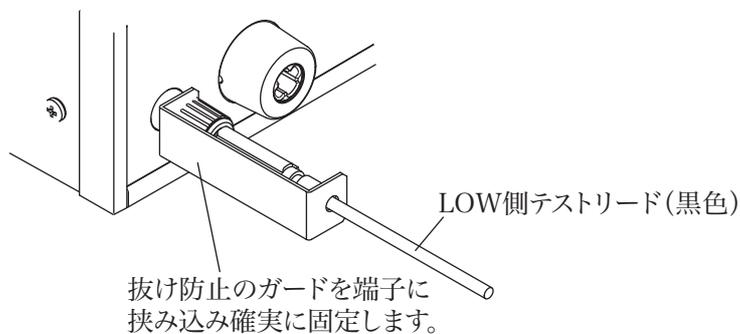

図 3-2 LOW 側テストリードの接続
2. 黒色のテストリードを LOW 端子へ挿入し、抜け防止のガードを図 3-2 のように取り付けます。